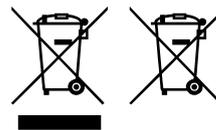

Рис. 1 Рис. 2
4. условное обозначение (перечеркнутый мусорный контейнер – Рис. 1), в том числе нанесенное на продукцию или на упаковку, указывает на тот факт, что по окончании срока службы данное оборудование подлежит отдельной утилизации;